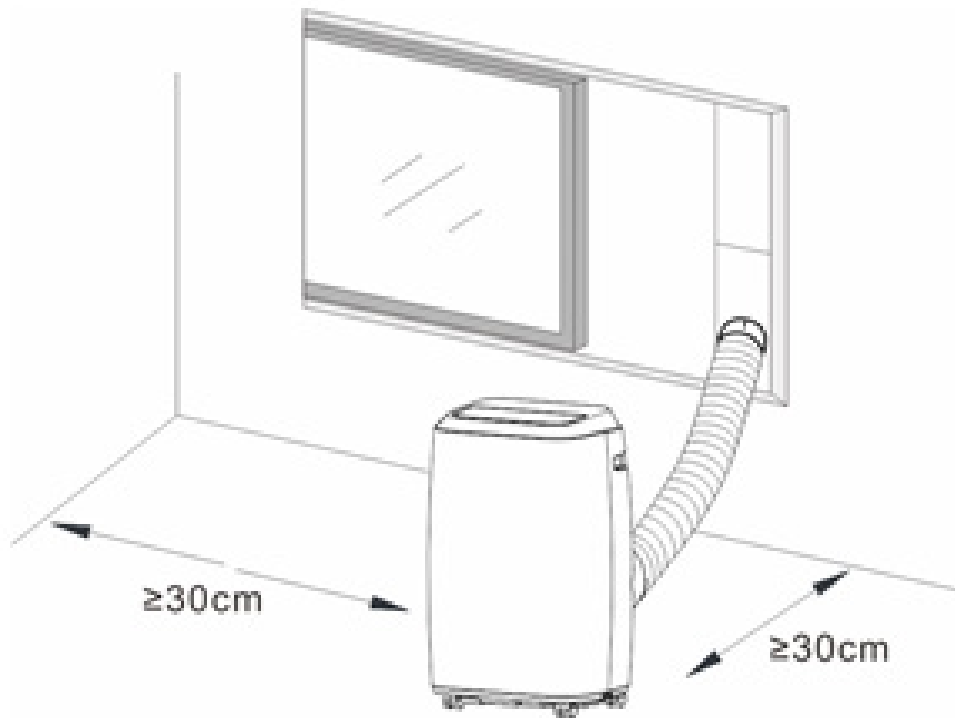

Abb. 8
- Un climatiseur à évacuation doit être installé à plat sur un emplacement bien dégagé tout autour. Ne pas boucher la sortie d'air, et le dégagement nécessaire devra être d'au moins 30 cm. (voir Abb. 8)